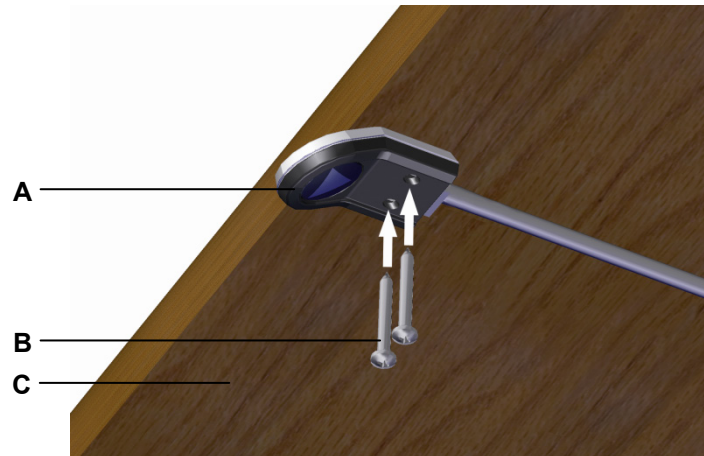

Abbildung 22 Beispiel: Montage des Bedienelements Motion Assist
Das Bedienelement Motion Assist wird mit zwei Schrauben unter dem Tisch (an der Tisch-Vorderkante) montiert, wie in Abbildung 22 gezeigt.
- ▶ Beispiel: Verwenden Sie Schrauben (B in Abbildung 22) nach DIN 7981 mit  $\varnothing$  3,9 mm und geeigneter Länge (10 mm + Einschraubtiefe in den Tisch), Schraubenkopf:  $\varnothing$  7,5 mm.